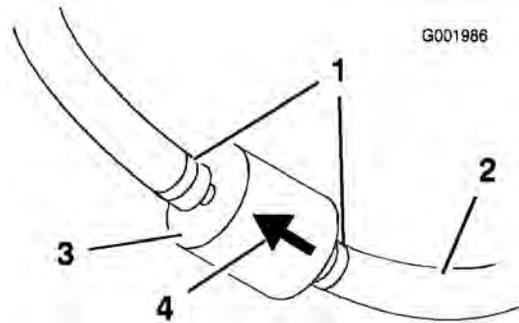

Figura 49
5. Aperte as pontas dos grampos da tubagem e afaste-as do filtro (Figura 49).